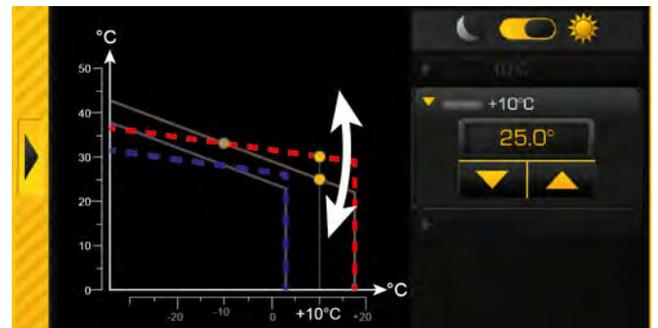
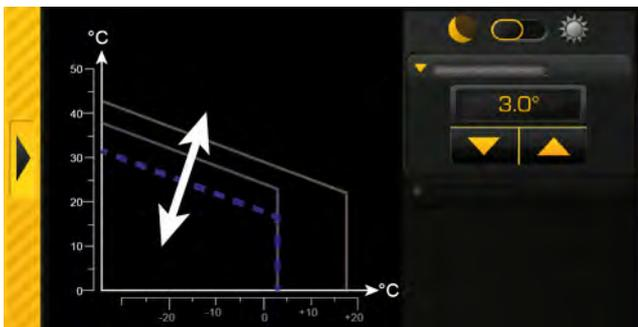

Abb. 8-61: Heizkurve anpassen (bei Aussentemperaturen über dem Gefrierpunkt)
Abb. 8-63: Absenkbetrieb anpassen
Sind die Räume im Absenkbetrieb (außerhalb der Heizzeiten) zu warm oder zu kalt muss nur der Parameter [Absenkdifferenz] angepasst werden. Siehe Kapitel Abb. 8-63: "Absenkbetrieb anpassen".
- Sind die Räume im Heizbetrieb (innerhalb der eingestellten Heizzeiten) ständig zu kalt muss die Heizkurve angepasst werden. Siehe Kapitel Abb. 8-61: "Heizkurve anpassen \(bei Aussentemperaturen über dem Gefrierpunkt\)". Sind die Räume im Absenkbetrieb (außerhalb der Heizzeiten) zu kalt muss nur der Parameter [Absenkdifferenz] angepasst werden. Siehe Kapitel Abb. 8-63: "Absenkbetrieb anpassen".